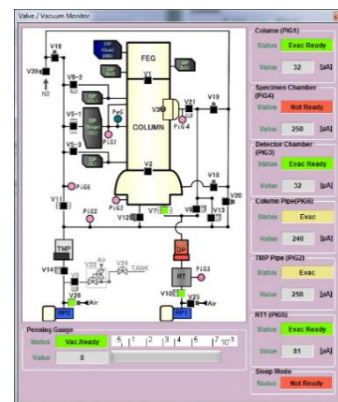

Figura 8
- 2) El indicador “PUMPING” (PiG3), en el ordenador de JEOL, se enciende y parpadea hasta que se queda fijo en color verde (figura 8). Seguidamente, en 60-90 segundos el LED “HOLDER READY” (figura 7b) lucirá en verde, indicando que el portamuestras puede insertarse del todo. Para ello, se realizan los movimientos detallados en la Figura 9.
- En el software de JEOL, comprobar el status de la *pening gauge*, de acuerdo con la figura 8.